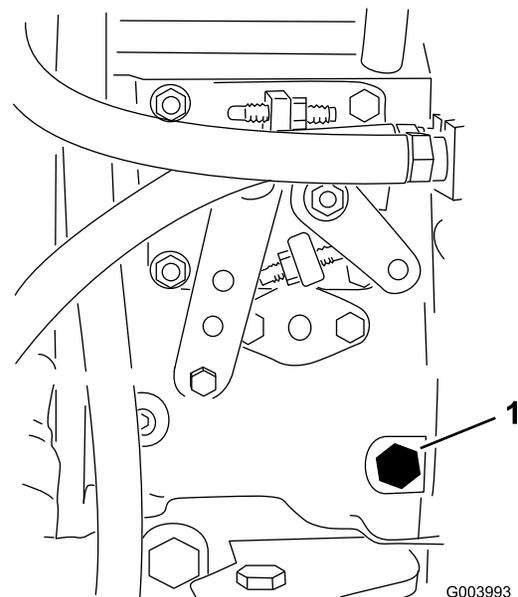

Figura 36
3. Desaperte o parafuso de drenagem que se encontra na bomba de injeção de combustível (Figura 36) com uma chave de 12 mm.